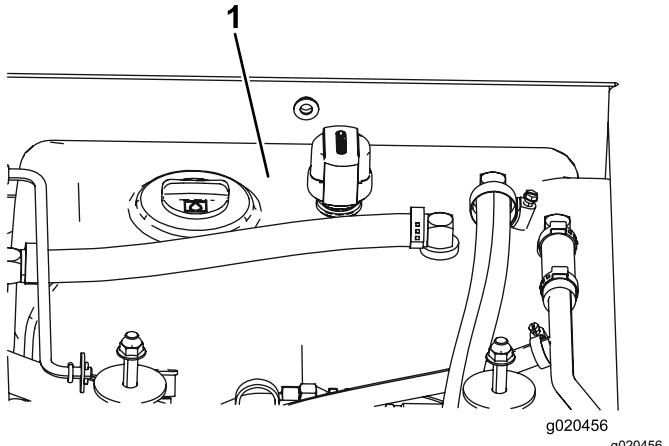

Figure 118
- Remplissez le réservoir (Figure 118) de liquide hydraulique; voir Contrôle du niveau de liquide hydraulique \(page 85\).